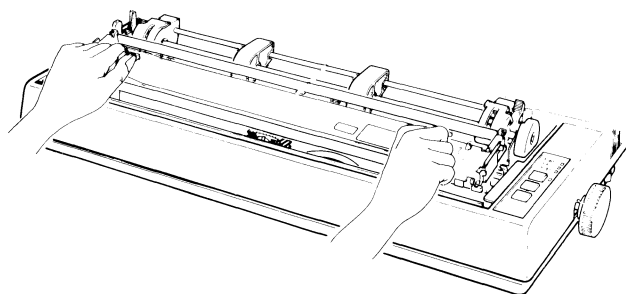

Fig 3.3 Isättning av färgbandkasset
- 3) Skjut ned kassetbandet och placera det på skrivmekanismen. Se fig 3.3.